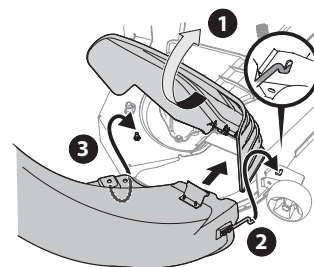

Figure 30
2. Relevez le déflecteur d'éjection (1) et tenez-le pendant que vous placez la goulotte.
3. Insérez l'extrémité du coude de la goulotte (2) dans le trou sur le support de la roue comme indiqué dans l'encadré Figure 30.
4. Faites pivoter la goulotte d'éjection vers l'arrière jusqu'à ce que le trou du coude de la goulotte s'aligne avec la goupille sur le plateau de coupe comme illustré au point (3) de la Figure 30.